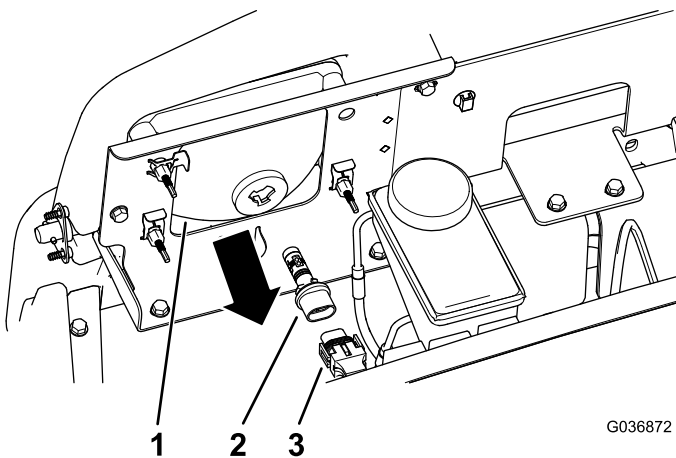

Figura 35
3. Desconecte el conector eléctrico del arnés de cables del conector de la lámpara, en la parte trasera de la carcasa del faro (Figura 35).
4. Retire el conjunto de la lámpara girándola ¼ de vuelta en sentido antihorario y desplazándola hacia atrás (Figura 35).
5. Instale el conjunto de lámpara nueva y la carcasa del faro y alinee las pestañas del conjunto de la lámpara con las ranuras de la carcasa del faro (Figura 35).
6. Sujete el conjunto de la lámpara girándola ¼ de vuelta en sentido antihorario (Figura 35).
7. Conecte el conector eléctrico del arnés de cables al conector del conjunto de la lámpara nueva (Figura 35).